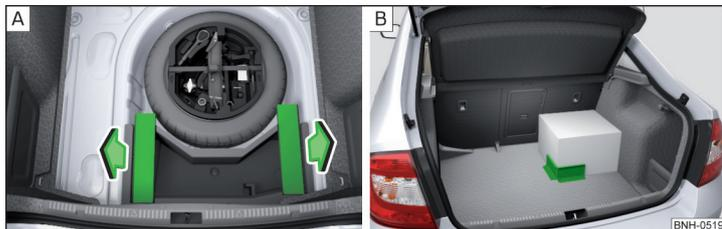

Fig. 108 Retirar el elemento de carga / Ejemplo de fijación de la carga por medio del elemento de carga
- Antes del uso, retirar los elementos de carga en el sentido de las flechas » fig. 108 - [A].
- Fijar la carga por medio de los elementos de carga si es posible cerca de los asientos traseros » fig. 108 - [B].